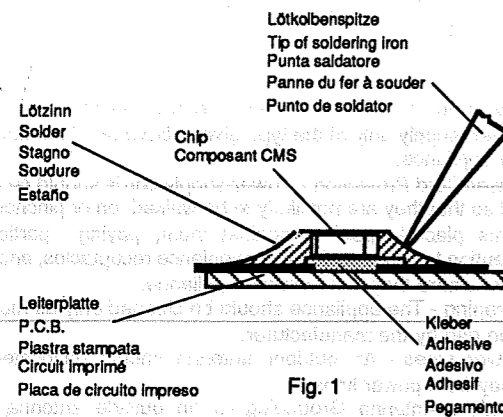

Fig. 1
1. Schritt: CHIP- Lötstelle mit Sauglitze absaugen (Fig. 1).
1. step: Clean the CHIP soldering point with a solder wick (Fig. 1).
Measuring time: 1 s, (Fig. 1)
Observations: L'isolement des appareils de la classe II, de part leur conception: résistance de décharge), peut être inférieur à $< 2 \text{ M}$, (Fig. 1).
1. Aspirer la soudure du composant CMS à la l'aide de la tresse à souder (Fig. 1).
1. Aspirare i punti di saldatura del CHIP con una calza dissaldante (Fig. 1).
- Primer paso: Aspirar el estaño del punto de soldadura con un aspirador de los tipos de pera o de resorte (Fig. 1).